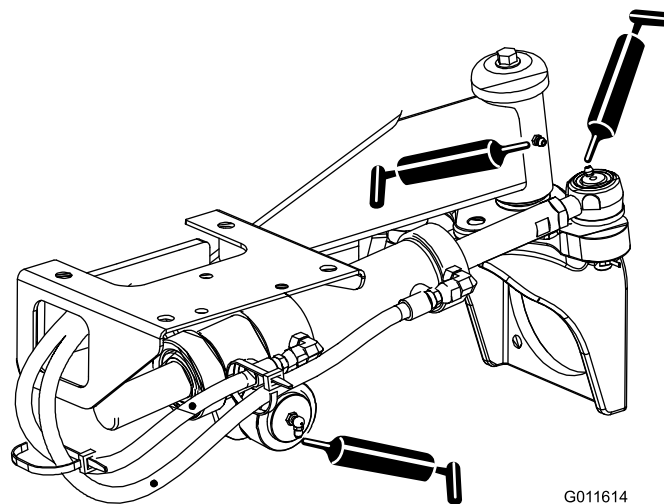

図 36
- ・ ステアリング・シリンダのボール・ジョイント (2ヶ所) と後アクスル (1ヶ所) (図 36)